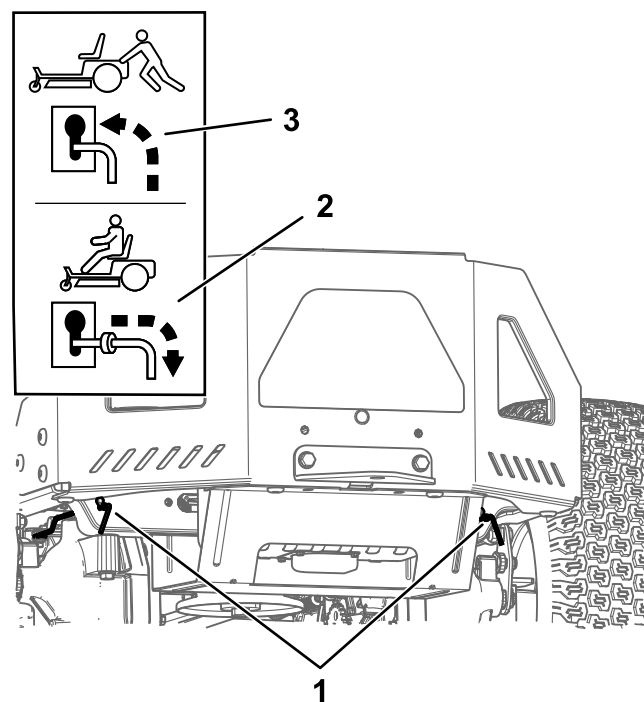

図 28
- バイパスレバーをスロットに沿って前に動かし、更に下に動かしてロックする **図 28**。
バイパスレバーをキー穴に沿って後方に動かし、更にも下に動かしてロックする 図 28。